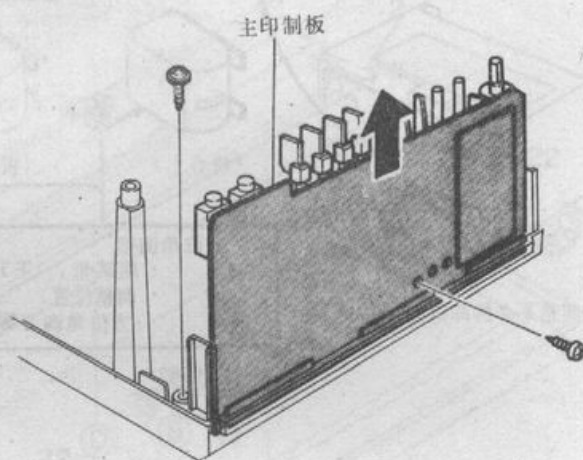

图 1-6
(1) 拧出二枚螺钉，依箭头方向拆卸出主印制板（见图 1-6）。